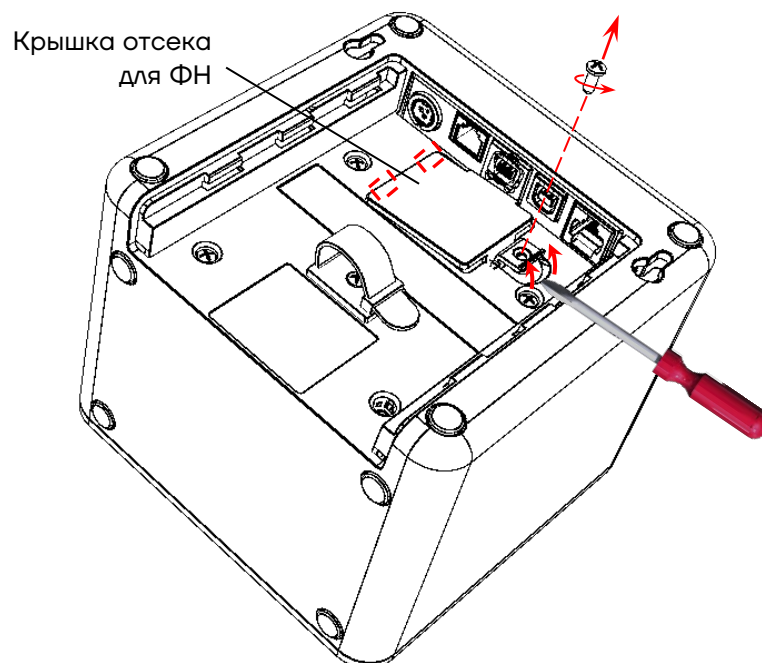

Рисунок 5. Отделение крышки отсека для ФН
- 8** Зафиксировать крышку отсека для ФН, вкрутив винт (см. рисунок 5).